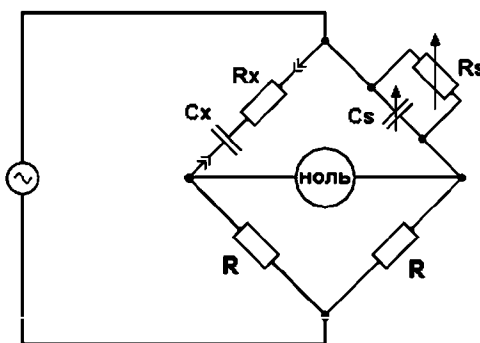

Рис. 1.11. Мост Вина
10. Схема с компенсацией реальных неидеальностей может быть в *Мосте Вина (Wienbridge)*, который использует параллельно соединённые стандартные конденсатор и резистор для балансировки неизвестного последовательного внутреннего сопротивления измеряемого конденсатора (рис. 1.11). Все конденсаторы имеют некоторое внутреннее сопротивление, активное или эквивалентное (из-за потерь в диэлектрике).